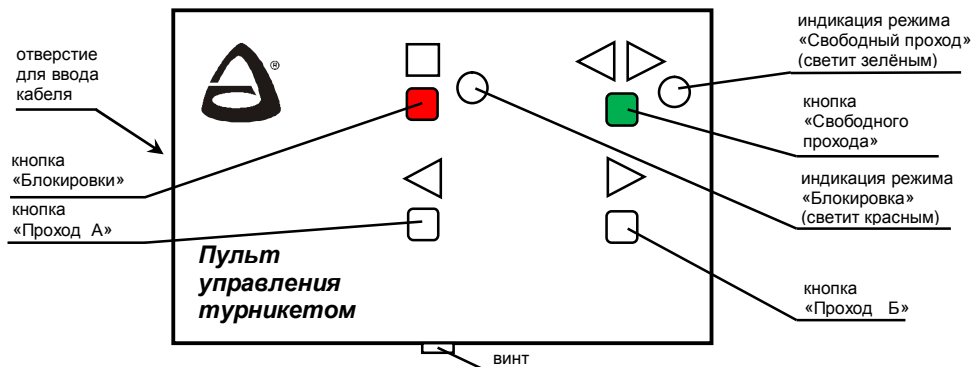
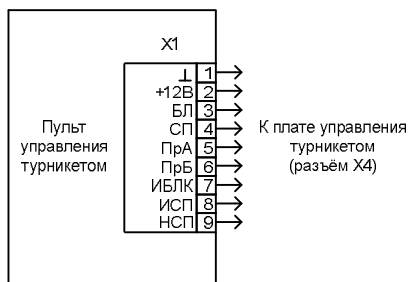
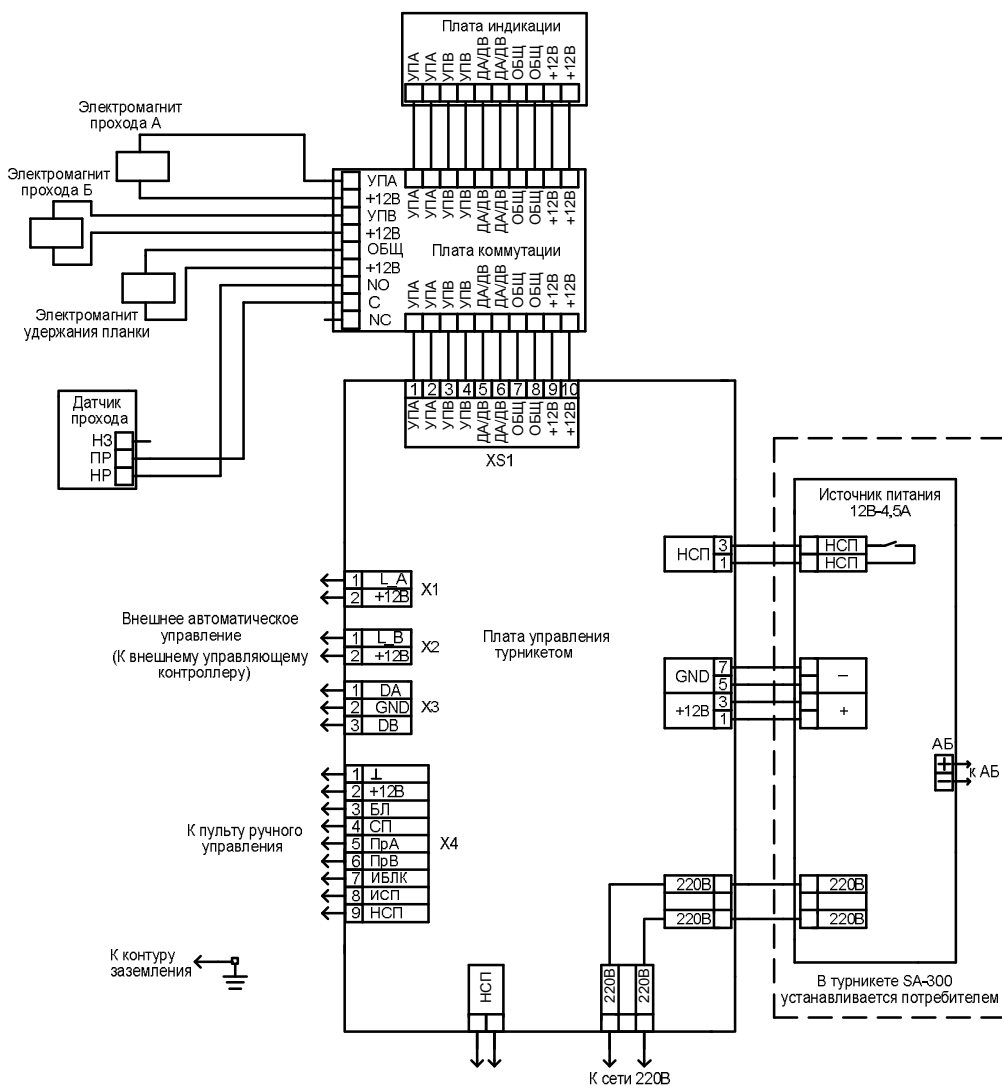

Рис.3 Внешний вид пульта управления
Рис.4 Схема подключения пульта управления турникетом
Рис.9 Схема электрическая соединений турникетов SA-300 и SA-301
Пульт управления турникетом (рис.3) предназначен для ручного дистанционного управления турникетом. Имеет четыре кнопки для включения (отключения) следующих режимов турникета:
Пульт управления поставляется в комплекте с турникетом и подключается к плате управления турникетом - Рис.4 и Рис.9.
- подключите кабель пульта управления к клеммнику Х4 платы управления турникетом и к клеммнику пульта (выкрутите винт – рис.3, снимите крышку, на крышке пульта расположена плата с клеммником, проденьте кабель в отверстие, подключите кабель согласно схеме подключения – рис.4 и 9, зафиксируйте кабель хомутом, соберите пульт);
- в режиме «Ожидания» нажмите на кнопку «Проход А» (рис.3). На индикаторе состояния засветится зелёная стрелка – разрешен однократный проход, проверните планки по направлению стрелки. После проворота засветится красный крест – турникет снова в режиме «Ожидания»;